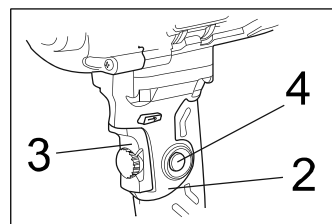

Fig. 5
1. Appuyez sur l'interrupteur (3) (Fig. 5). 2. Tout en appuyant sur l'interrupteur, appuyez sur le bouton de verrouillage (4) dans la poignée de la perceuse (2).